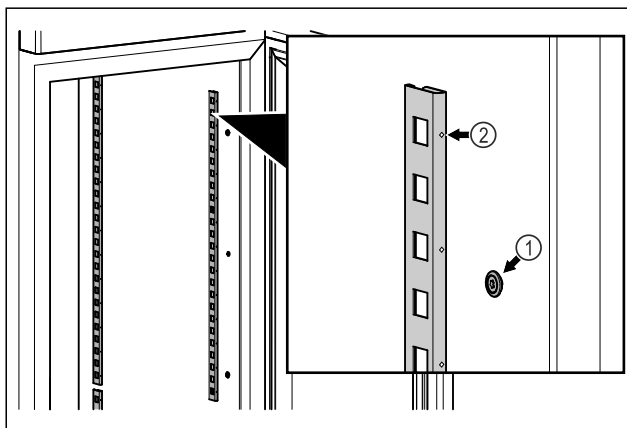

Fig. 79 Példaként szolgáló ábrázolás
- Akassza be a rögzítőléceket a felfüggesztésbe Fig. 79 (1). A jelölésnek Fig. 79 (2) előrefelé kell néznie.